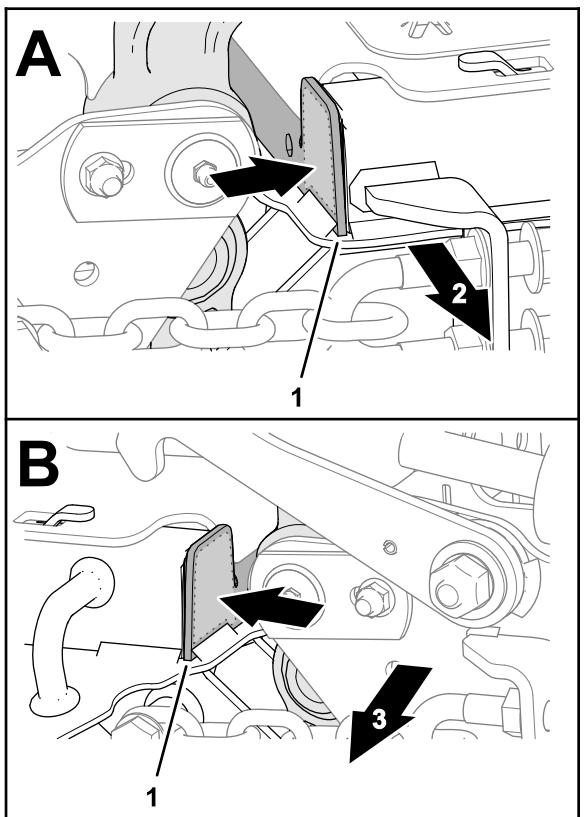

Figura 29
2. En las carcchas exteriores, limpie con un trapo la pestaña del canal interior (Figura 29).